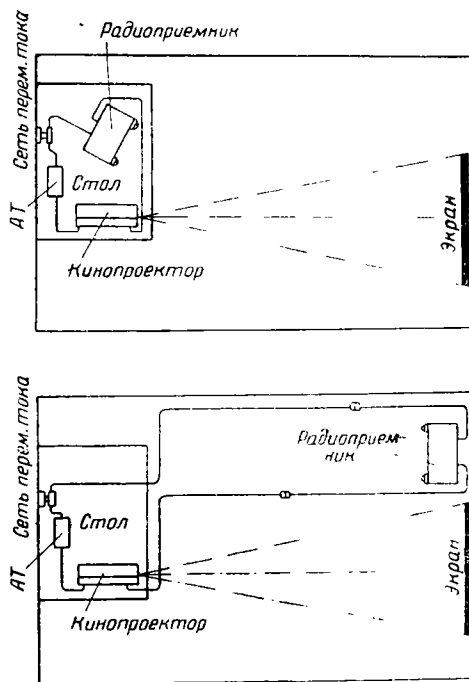

Рис. 8. Два варианта расположения кинопроектора
5. Трехметровый шнур для присоединения к радиоприемнику позволяет значительно отдалить радиоприемник от кинопроектора при демонстрации фильма (рис. 8).